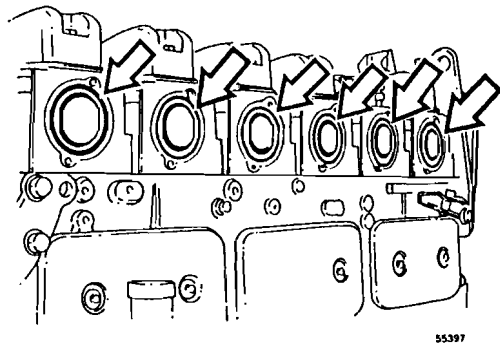

Fig. 125
- 66 Montar nuevos anillos de estanqueidad del tubo de admisión en todas las culatas, véase fig. 125.